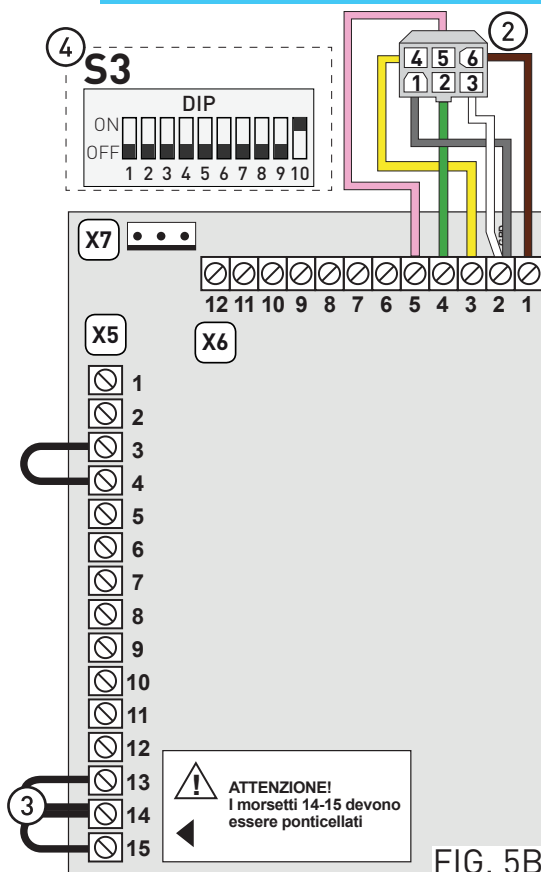

FIG. 5B
- ② ricablare il morsetto AMP0172168 come mostrato in Fig. 5B;
- ③ ponticellare i morsetti 14-15;
- ④ mettere il DIP10 in ON.